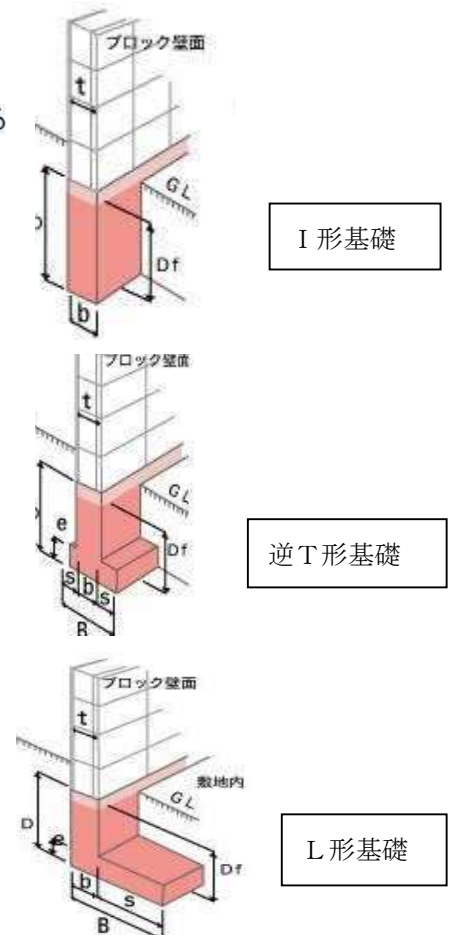

図2 基礎の形状図
また、基礎はブロック塀の高さや埋め込まれる土の固さによって、Iの字の形、Lの字の形、Tの字を逆にした形（P4、図2参照）とします。
- ① 高さは、2.2m以下とすること
- ② 壁の厚さは、15 cm（高さ 2.0 m 以下の塀では 12 cm）以上とすること
- ③ 壁頂及び基礎には水平方向に、壁の端部及び隅角部（曲がり角）には垂直方向に、それぞれD10（直径1cm）以上の鉄筋を入れること
- ④ 壁内には、D10以上の鉄筋を垂直方向に40～80cm、水平方向に80 cm以下の間隔で入れること
- ⑤ 高さ1.2 m（条件により1.6m）を超える塀では、長さ3.4m以内ごとにD10以上の鉄筋を入れた控壁（壁面から高さ1/5以上の長さ）をつくること
- ⑥ 鉄筋の末端部は、かぎ状に折り曲げて、縦筋は壁頂及び基礎の横筋に、横筋は縦筋にそれぞれかぎ掛けすること
- ⑦ 基礎のせい（高さ）は40 cm以上とし、根入れの深さは35cm以上とすること（寒冷地では凍結深度に注意する）。図2でのBは、地面の硬さにより変わる以上のように、いろいろな部分でそれぞれの数値などが定められています。